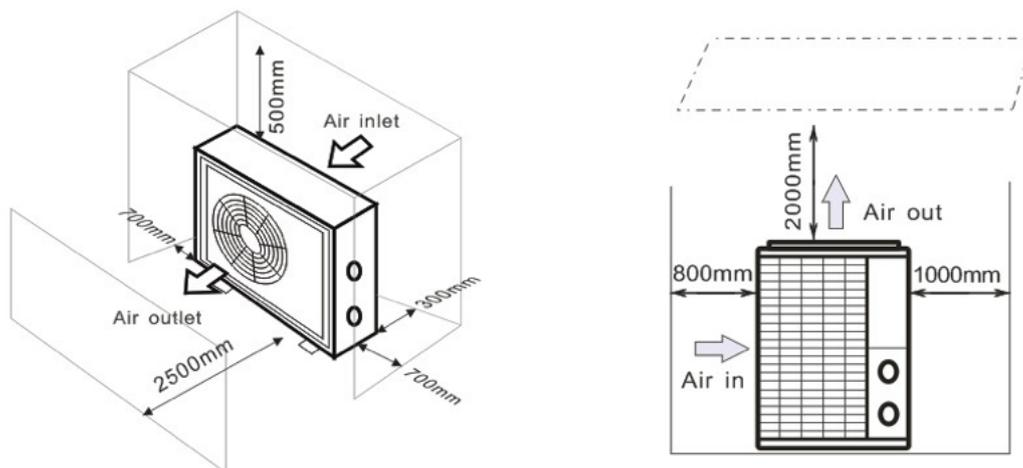

Abbildung 1
4. Für eine einfachere und bessere Wartung und Fehlerbehebung sollten sich keine Hindernisse um das Gerät herum in einem Abstand von weniger als 0,7 m befinden. Und keine Hindernisse innerhalb von 2 m vertikal vom Gerät für die Belüftung (Abb. 1).